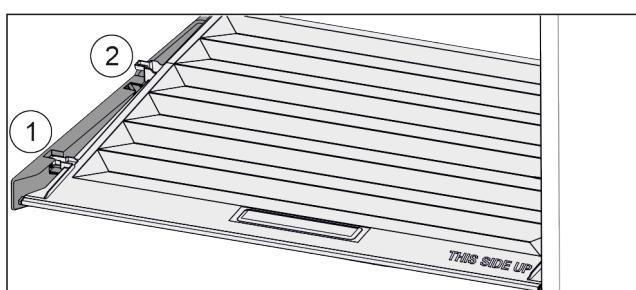

Fig. 149
- Издърпайте напред Fig. 149 (1) капака до отвора в задържащите части.
- Повдигнете го отзад отдолу и отстраниете Fig. 149 (2) нагоре.